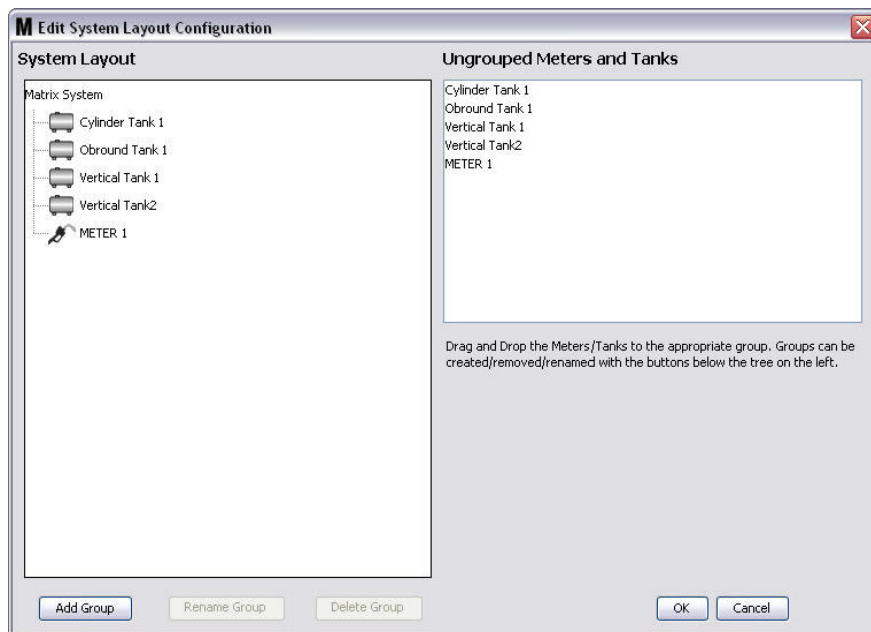

FIG. 92
3. È visualizzata la schermata di configurazione Edit System Layout (Modifica layout del sistema) mostrata nella FIG. 92.
4. Fare clic sul pulsante Add Group (Aggiungi gruppo) (FIG. 92) per creare un nuovo gruppo di dispositivi.